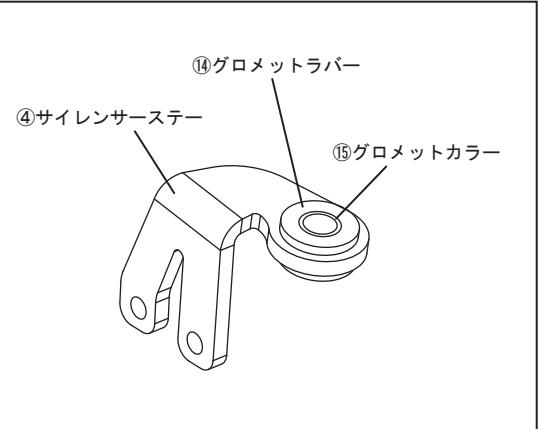

FIG. 2
3. ④サイレンサーステーに⑭グロメットラバー、⑮グロメットカラーを取り付けて下さい。 (FIG. 2参照)